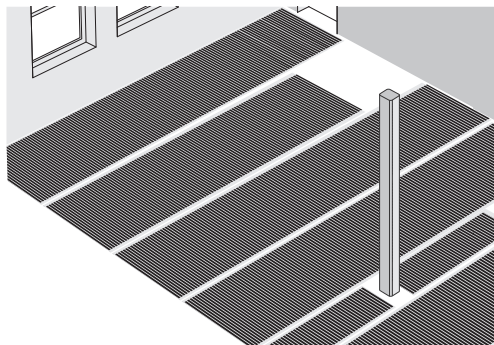

Fig.1. Romplan
Når du planlegger utformingen av gulvvarmen (se Fig. 1), er det retningslinjer som må følges
- Tilkoblingspunktet for termostaten og plasseringen av gulvsensoren må bestemmes og inkluderes i romplanen (se Fig. 1 som eksempel).